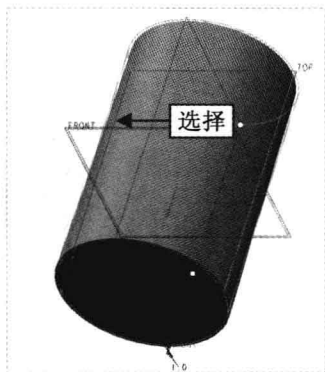

图 6-37 选择 FRONT 基准平面
Step 03 单击“参考”按钮, 弹出“参考”下滑面板, 在“拔模枢轴”选项区中, 选择“单击此处添加项”选项, 并在绘图区选择 FRONT 基准平面, 如图 6-37 所示。